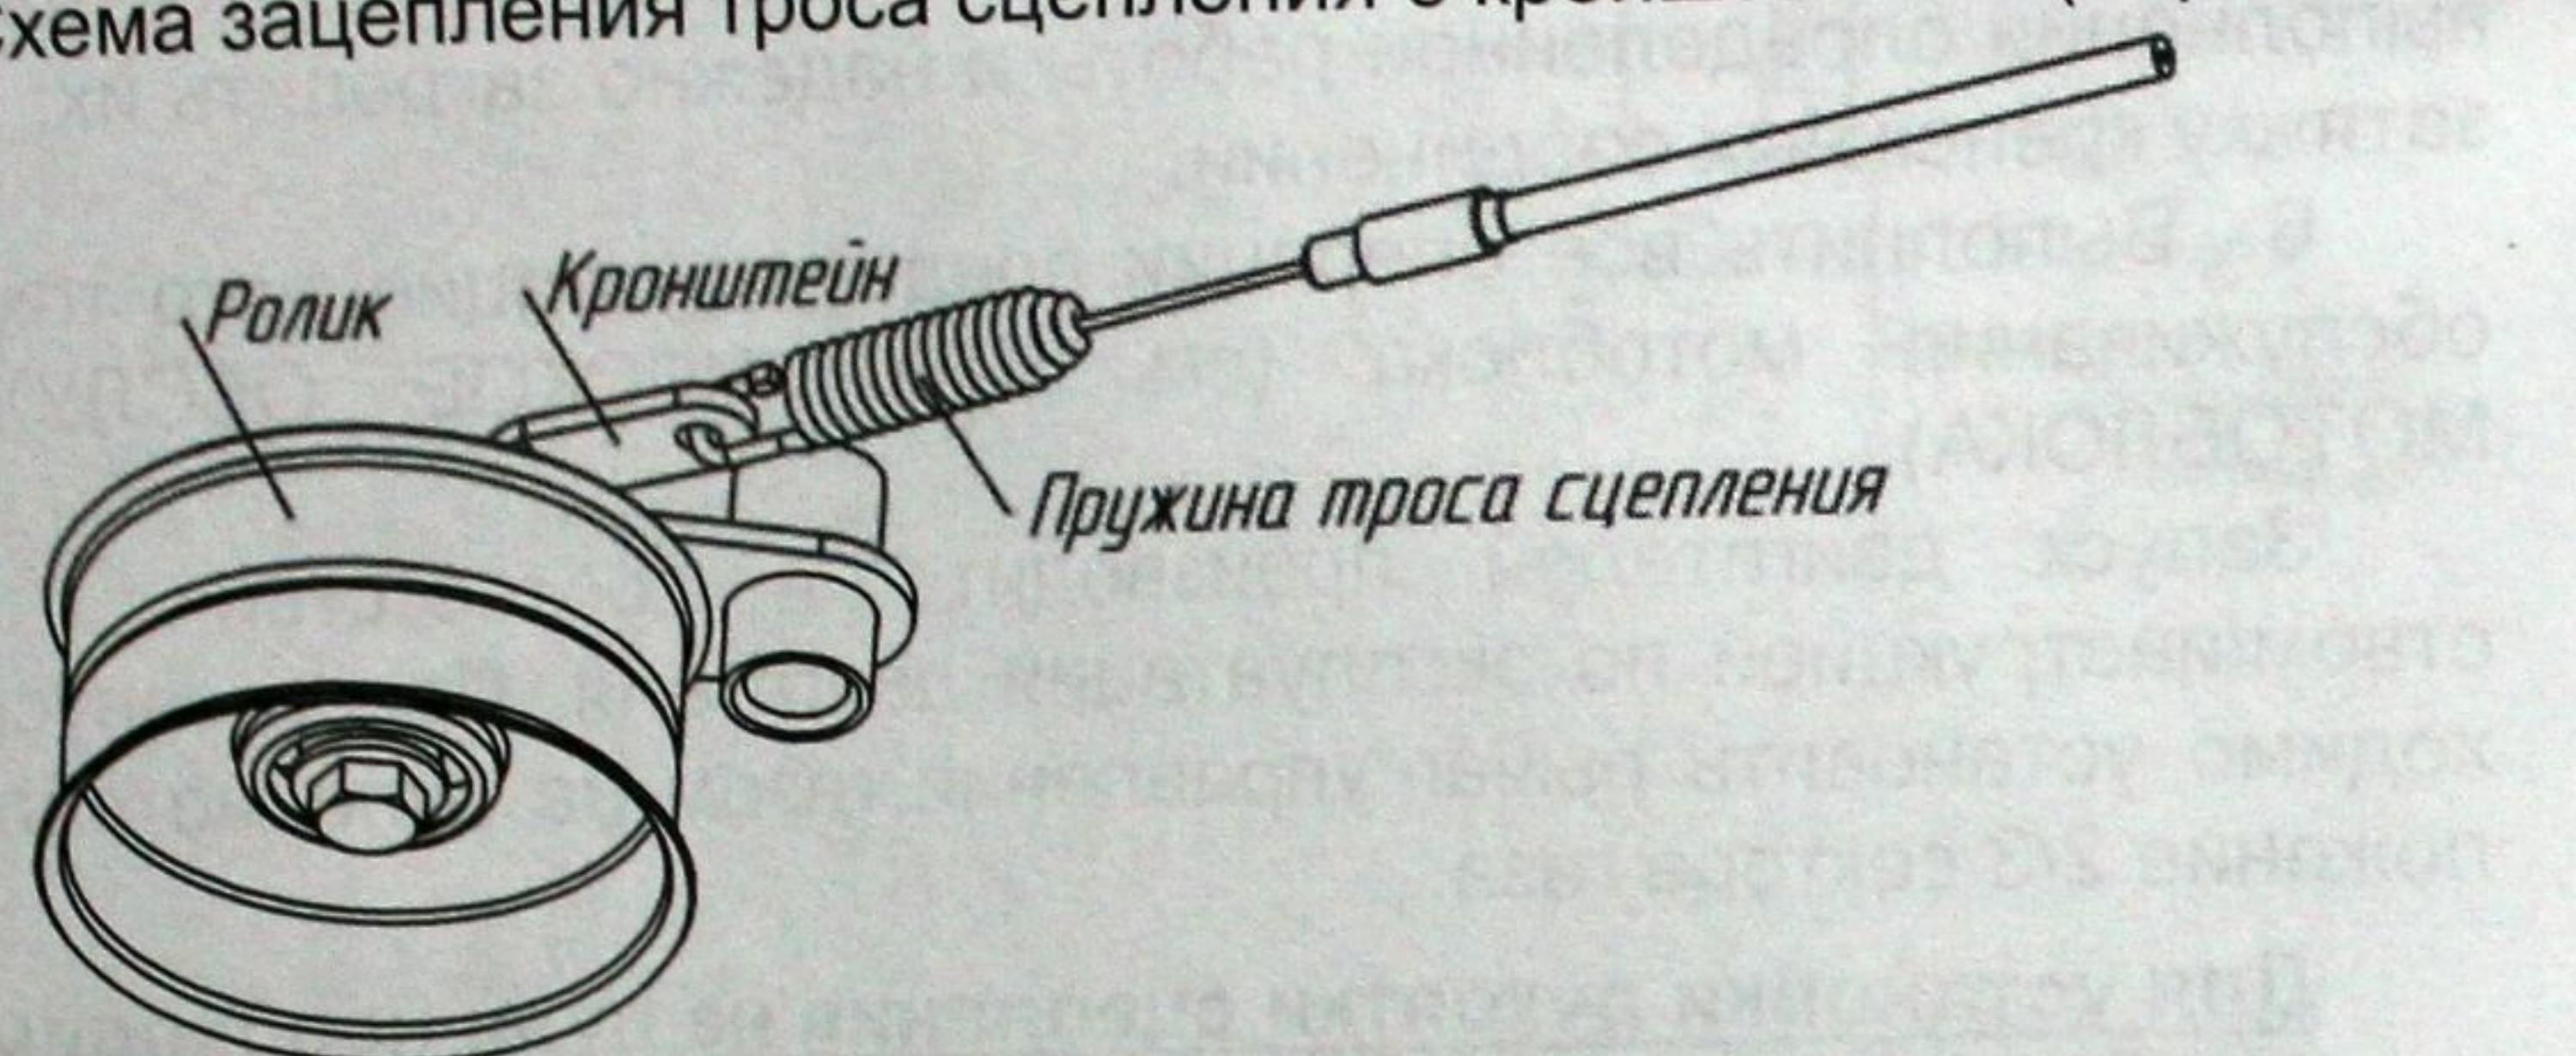

Рис.7. Схема зацепления троса сцепления с кронштейном (вариант 2)
- зацепите пружину троса сцепления за отверстие на кронштейне, затем заведите оболочку троса с металлическим упором в направляющую и зафиксируйте его в отверстии (рис.7).